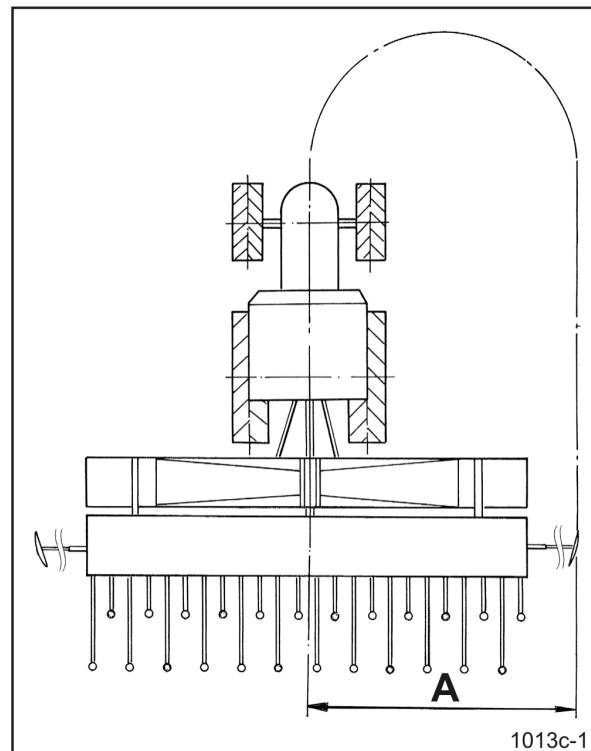

Рис. 74
4. Установите длину маркера на расстояние „А“ (Рис. 74).
Измеряется расстояние „А“ (Рис. 74):